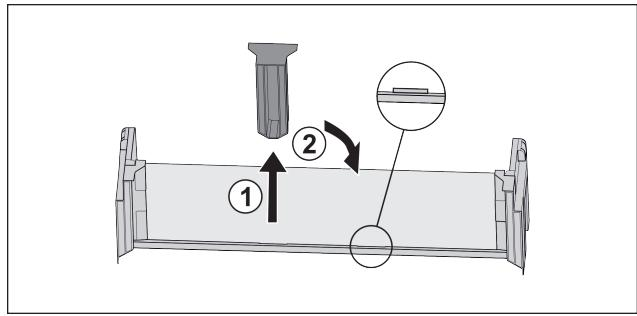

Fig. 118
▶ 拉出中间的定位件 Fig. 118 (1)。
▶ 将中间的定位件插入第二个位置 Fig. 118 (2)。